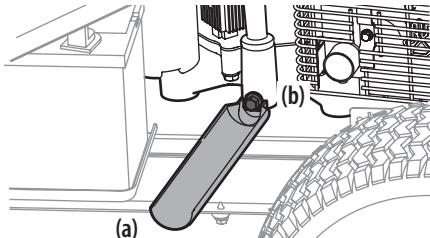
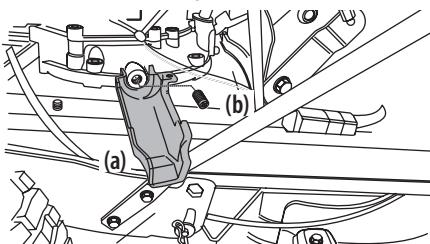

Figura 23
Figura 24
5. Encaje a presión el extremo pequeño del manguito de drenaje de aceite (a) en el espacio previsto alrededor del tapón de drenaje de aceite (b). Consulte la Figura 23 o la Figura 24 para los dos posibles manguitos de drenaje de aceite y consulte la imagen correspondiente para su cortacésped.